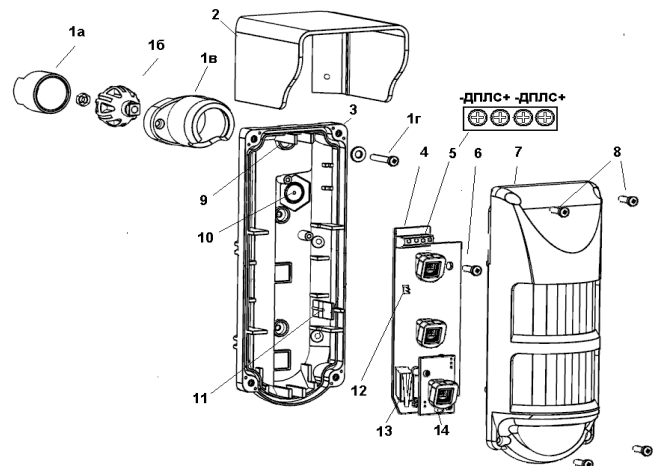

Рисунок 1 – Конструкция извещателя
5.1 Извещатель (рис. 1) состоит из основания (3), печатной платы (4) и крышки (7). В комплект поставки входят кронштейн (1) и козырек (2) для защиты от осадков.